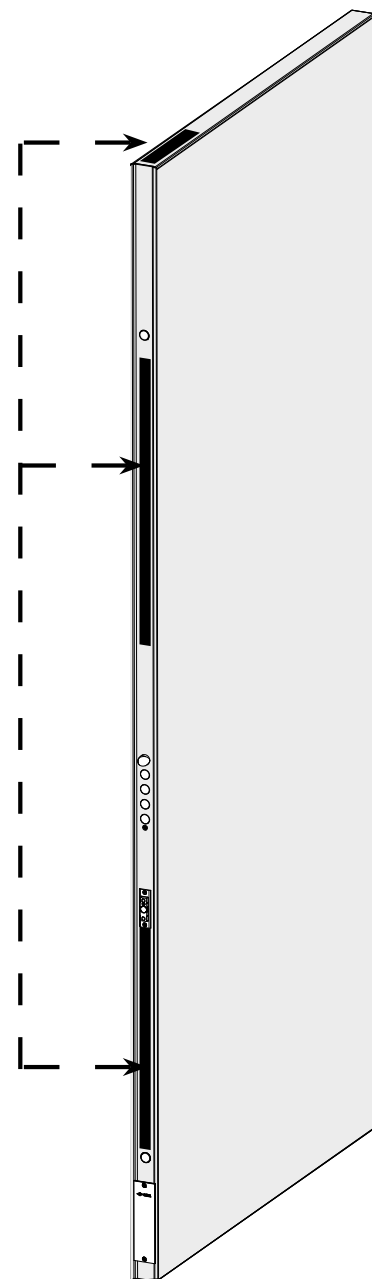

Fig. 3
4. El sensor de estado de la puerta se puede colocar en el punto indicado en la fig. 3.